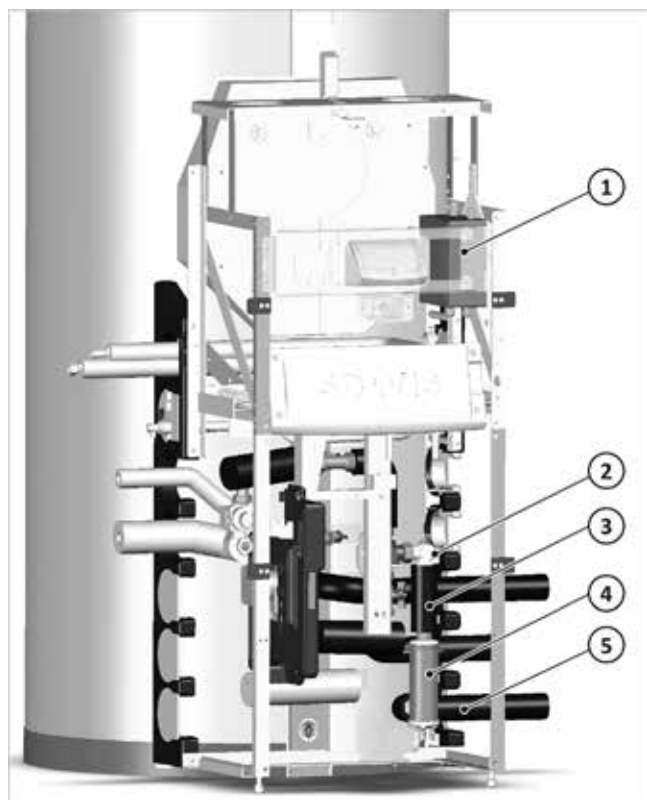

Abb. 19: Lage der Komponenten im Lademodul
→ Abb. 19 zeigt die Lage von Anschlussbox und Heizpatrone im Lademodul. Die Anschlussrohre für Wärmepumpe- und Heizung-Vorlauf können sowohl nach rechts als auch nach links durch die seitliche Rohrdurchführung verlegt werden.
- Den mitgelieferten Anschlusskasten oben ans Lademodul schrauben, siehe → Abb. 19 (1).